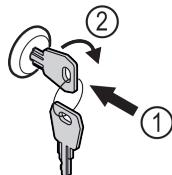

Fig. 169
- Uvucite ključ. Fig. 169 (1)
- Okrenite ključ za 90° nadesno. Fig. 169 (2)